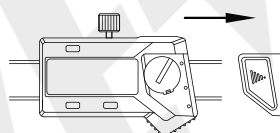

fig.1
- Retire la tapa de la pila (fig.1)